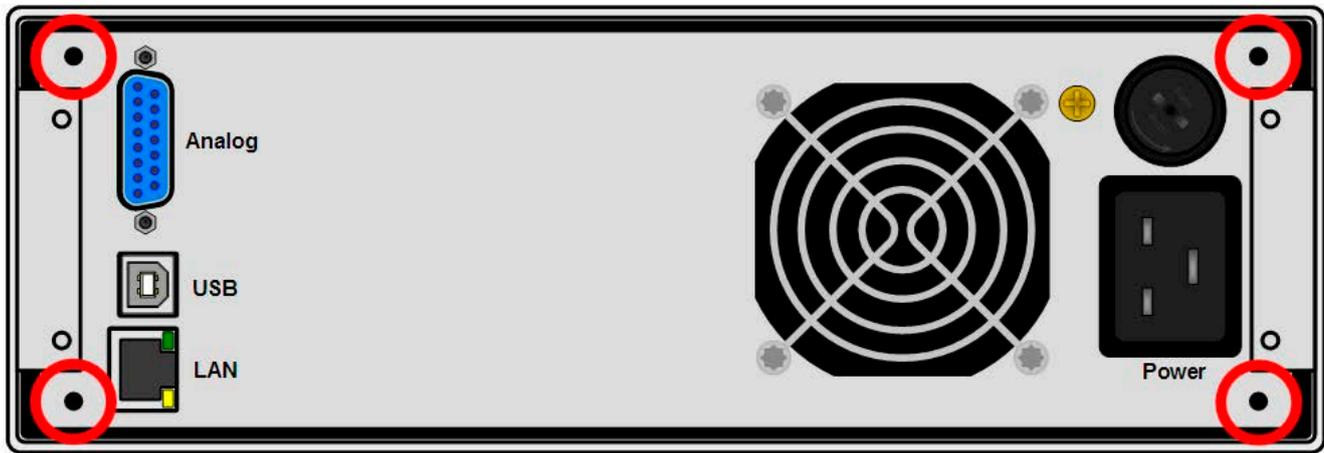

Bild 10 - Befestigungspositionen der Sechskantbolzen (3) (Rückseite 1000 W / 1500 W gezeigt)
Empfohlene Vorgehensweise (siehe auch Verdeutlichung in *Bild 7* bis *Bild 10* unten):
2. Frontrahmen abnehmen (1). Rückseitigen Rahmen (1) durch Lösen der 4 Schrauben abnehmen
3. Die beiden Haltewinkel vorn (2) mit je 2x Schraube M4x10 und je 2x Kontaktscheibe M4 befestigen. Hier wird die Verwendung eines gewinkelten Torx-Schraubendrehers (Ratsche o. ä.) empfohlen.
4. Je 2x Sechskantbolzen (3) M3x10 in die Gewindebohrungen schrauben, an denen vorher der rückseitige Rahmen befestigt war (*Bild 10*).